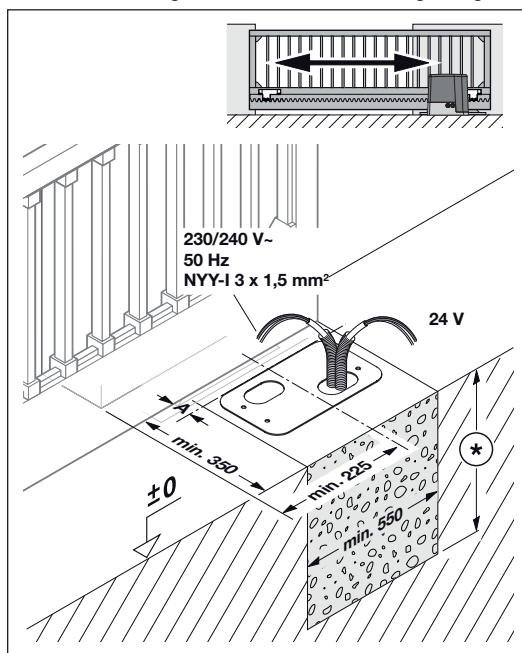
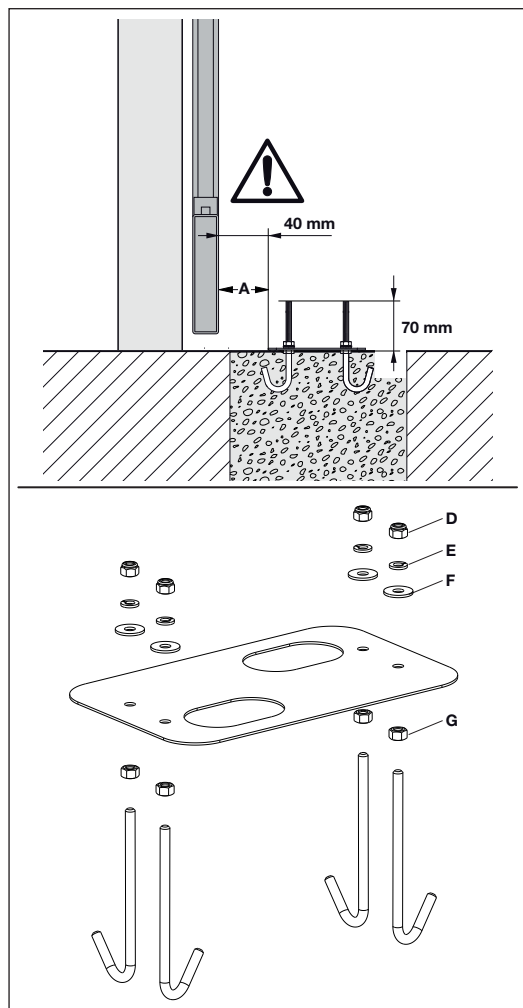

Bild 1 - Fundament
Bild 2 - Bodenanker
- Für den Schiebetorantrieb ist es erforderlich, dass ein Fundament gegossen wird, sowie es im Bild 1 gezeigt ist.
- Einbaumaße unbedingt beachten! Siehe Bild 1 - Fundament und Bild 2 - Bodenanker.
- Einbaumaße unbedingt beachten! Siehe Bild 1 - Fundament und Bild 2 - Bodenanker. Anschließend Dübellöcher bohren, die Bohrlöcher reinigen und Grundplatte mit geeignetem Montagmaterial befestigen. Hierbei die Unterlegscheibe mit der Mutter gegen den Boden festziehen.